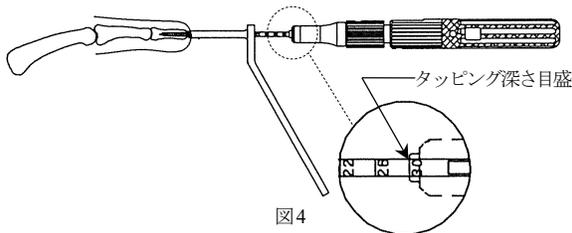

図4
2.0 スクリュースリーブを使用すると、タッピング深さ目盛を把持器先端に合わせることで、選択したスクリュー長さまでタッピングができます。(図4)